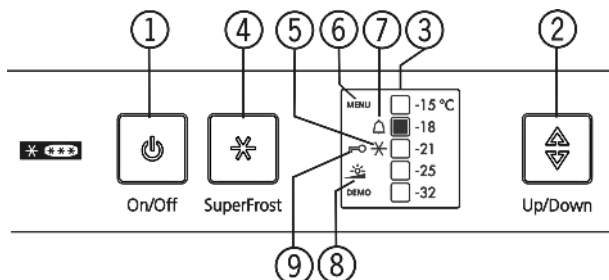

Fig. 3
- ▶ Stiskněte tlačítko On/Off Fig. 3 (1).
- ▷ Spotřebič je zapnutý. Ukazatel teploty a symbol Alarm Fig. 3 (7) blikají, dokud teplota není dostatečně nízká.